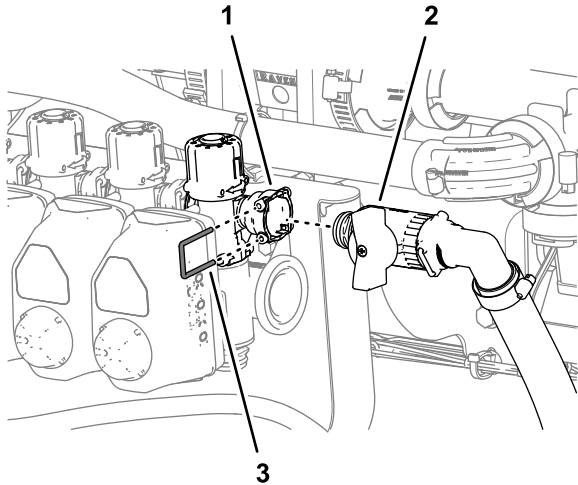

Figura 114
1. Conecte el acoplamiento rápido de la válvula de cierre-desvío al acoplamiento rápido (conector hembra) de la válvula de desvío (Figura 114).
2. Sujete los acoplamientos rápidos de la válvula de cierre del desvío y la válvula de desvío con la horquilla de retención (Figura 114) que retiró en el paso 3 de Posicionamiento de las válvulas de desvío — Máquinas con el kit opcional de lanza de mano o el kit opcional de carrete de manguera eléctrico (página 49).